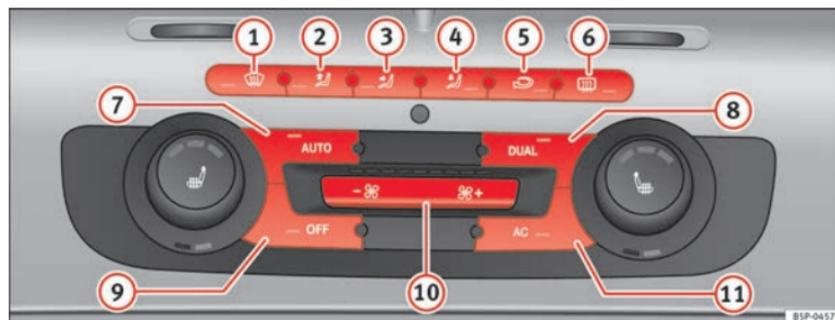

Fig. 129 Sur la planche de bord : éléments de commande du Climatronic bi-zone
- Tournez les molettes de régulation de la température ⇒ fig. 129 pour régler la température du côté gauche et droit respectivement.
- Appuyez sur la touche  ⇒ page 170, fig. 129. « AUTO High » apparaît sur l'afficheur de l'autoradio (grande vitesse de la soufflante).
- Appuyez de nouveau sur la touche  ⇒ page 170, fig. 129. « AUTO Low » apparaît sur l'afficheur de l'autoradio (basse vitesse de la soufflante).